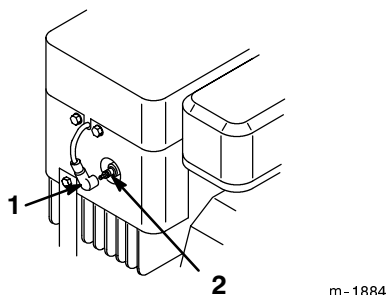

Figure 23
3. Débranchez le fil de la bougie (Fig. 23). Nettoyez la surface autour de la bougie pour éviter que des impuretés endommagent le moteur en tombant à l'intérieur.
3. Reconnectez le fil à la bougie (Fig. 23).